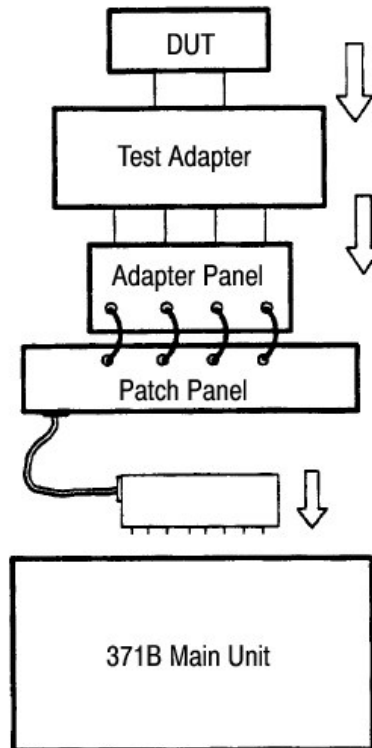

图 1-1 当使用适配器和辅助面板时的 DUT 连接路径
- 使用测试适配器。测试适配器用于将一般半导体器件与适配器面板连接，而适配器面板又通过辅助线依次连接到辅助面板。如图 1-1 所示。